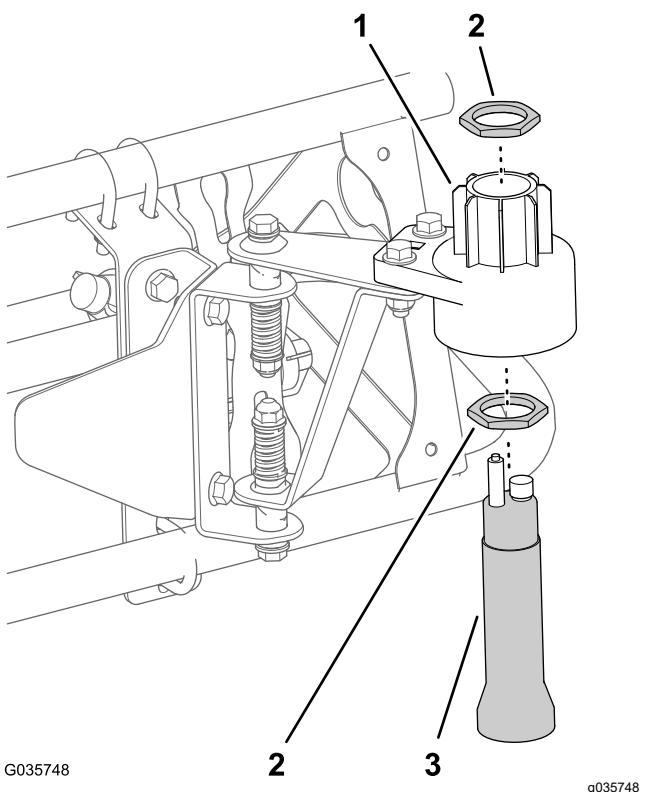

Bild 20
- A. Befestigen Sie eine große Mutter am Sensor (Bild 20).
- B. Setzen Sie den Sensor in das untere Sensorgehäuse ein (Bild 20).
- D. Befestigen Sie die andere große Mutter am Sensor (Bild 20).